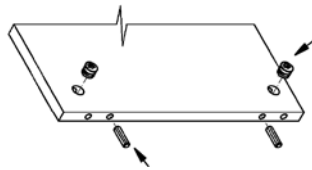

Рис.1
1. Оснастить детали стола поз. № 2, 2', 3, 3' и 4 стяжками эксцентриковыми и шкантами деревянными, вставив их в просверленные отверстия соответствующего диаметра (Рис.1). **Внимание! Категорически запрещается забивать шканты в крышку стола!**
4. В обратную сторону фасада поз.№15 вкрутить винты стяжки эксцентриковой (Рис.1).